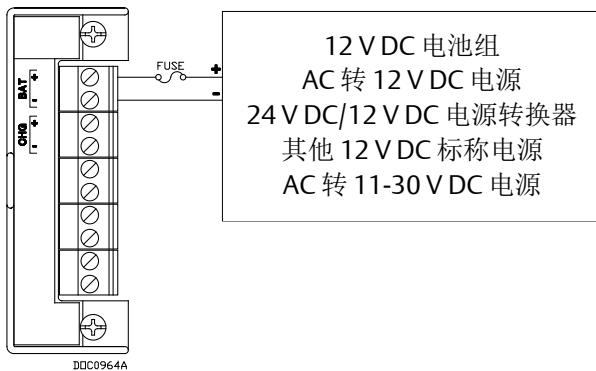

图 5. 12 Vdc 电源和 BAT+ /BAT- 接线
- 将 12 V DC 电源接出的裸露线端插入相应 BAT+ / BAT- 端子螺钉下方的接线夹中（请参见图 5）；**或者**
- 将 24 V DC 电源接出的裸露线端插入相应 + / - 端子螺钉下方的接线夹中。端子还应该有保险丝（请参见图 5）；**或者**
- 将 11-30 V DC 电源接出的裸露线端插入相应 + / - 端子螺钉下方的接线夹中（请参见图 5）